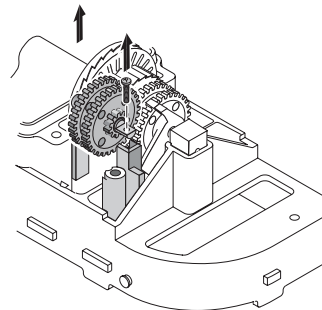

Figure 24
- Retirer la vis de pression, l'arbre court à pignons et les pignons (Figure 24) en s'assurant de ne pas désolidariser les pignons de l'arbre.